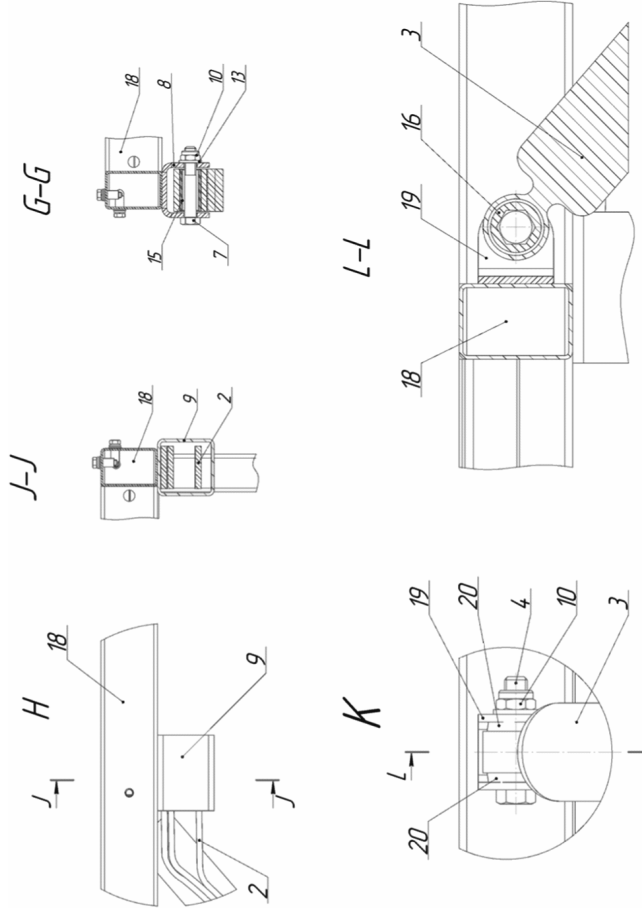

Рис. 3. Подвеска колес.
4.7. Подвеска колес (рис.3) зависимая на двух продольных рессорах с гидравлическими амортизаторами. Рессора (2) вставляется задним концом в кронштейн рамы (9) (рис.3 вид F и H) и крепится передним концом к кронштейну рамы (8), болтом (7), шайбой (13) и гайкой (10). Амортизаторы (3) крепятся болтами (4), шайбами (13) и гайками (10) к кронштейнам (19) на оси (1) и балке рамы (18) (рис.3 вид K). Ось (1) крепится к рессорам (2) с помощью стремянок (5) и площадок стремянок (6), которые, в свою очередь, через шайбы (17) закреплены гайками (12) (рис.3 вид E).